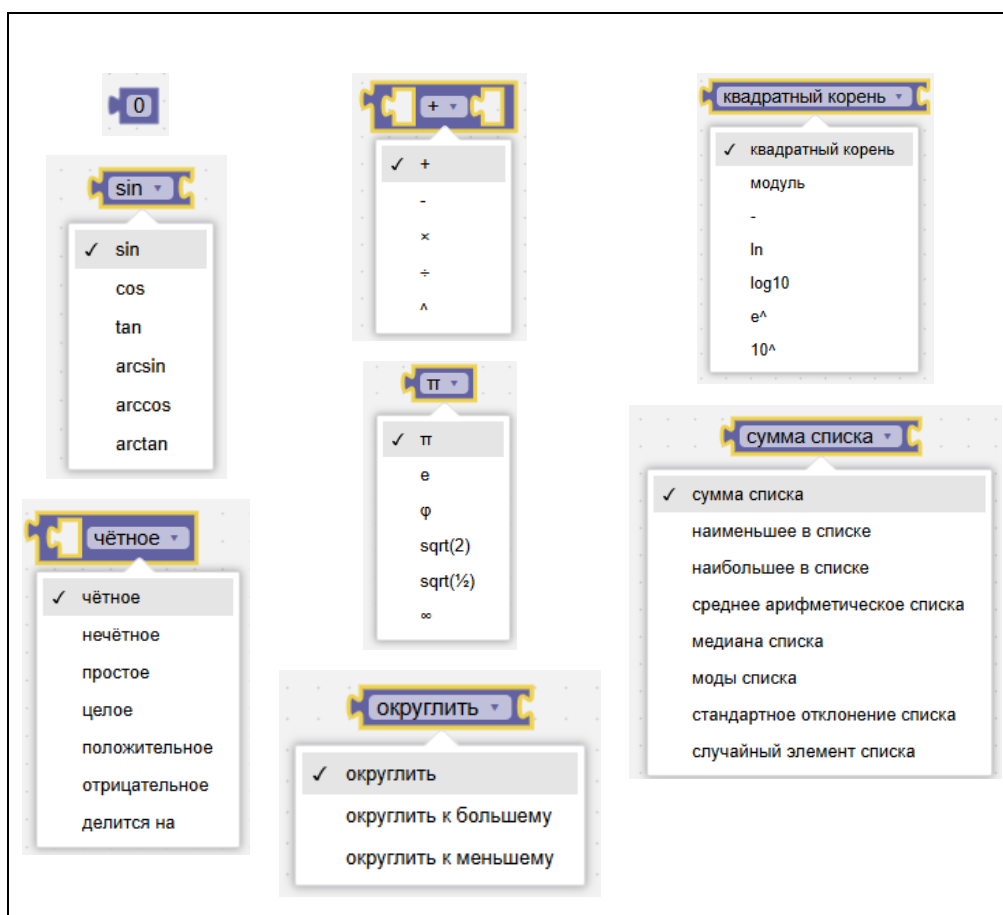

Рисунок 52 – Блоки «Математика»
2. «Математика» – вычисления, формулы (см. Рисунок 52).